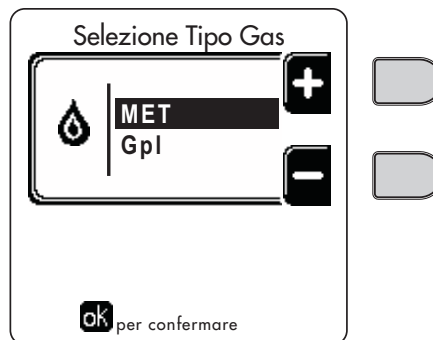

fig. 58 - Selezione tipo di gas
6. Modificare il parametro relativo al tipo di gas come descritto di seguito. Raggiungere la schermata visualizzata in fig. 58 navigando nel menù seguendo il percorso "MENÙ UTENTE ➔ Manutenzione ➔ Modalità Test ➔ Selezione Tipo Gas". Premere i tasti contestuali 1 e 2 per scegliere il tipo di gas. Confermare con il tasto OK.